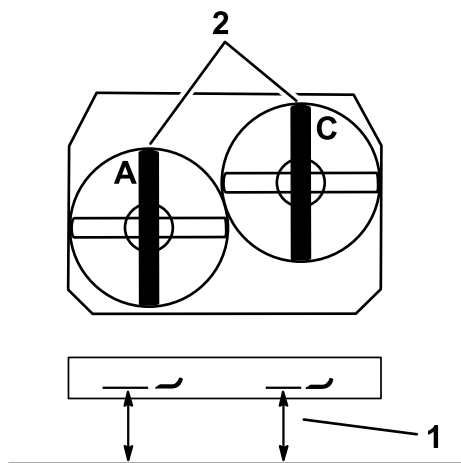

Bild 82
3. Messen Sie das linke Messer an der Stelle **A** von einer ebenen Oberfläche bis zur Schnittkante der Messerspitze und notieren Sie den Wert (Bild 82).
4. Messen Sie das rechte Messer an der Stelle **C** von einer ebenen Oberfläche bis zur Schnittkante der Messerspitze und notieren Sie den Wert (Bild 82).
7. Stellen Sie die Einstellschrauben in den Jochen an den Stellen **A** und **C** ein, um die richtige Höhe zu erhalten (Bild 82).
3. Messen Sie das rechte Messer an der Stelle C von einer ebenen Oberfläche bis zur Schnittkante der Messerspitze und notieren Sie den Wert (Bild 82).